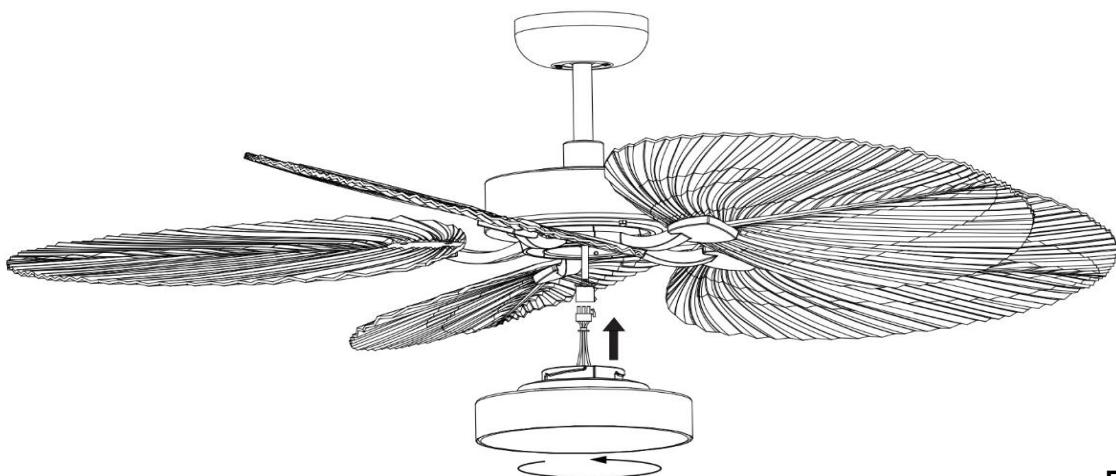

Fig. 6
**INSTALACIÓN DE LA LÁMPARA (Fig. 6)****NOTA: La lámpara debe ser instalado por un electricista acreditado.**